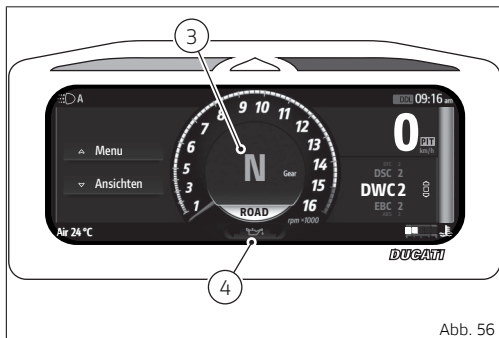

Abb. 56
Den roten Schalter (1) an der rechten Lenkerseite nach oben bringen, dann die Taste (2) drücken. Das Motorrad spontan anspringen lassen, ohne dabei den Gasdrehgriff zu betätigen. Die rote Öldruckkontrollleuchte (4, Abb. 56 S.85) muss einige Sekunden nach dem Anlassen des Motors erlöschen.